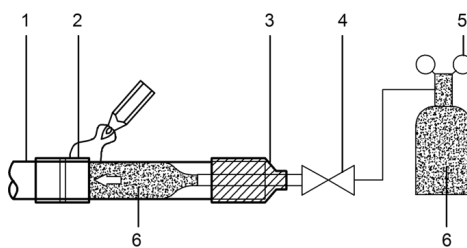

Figura 30
- Cuando la tubería se llena con nitrógeno durante la soldadura, el nitrógeno debe reducirse a 0,02 MPa al utilizar la válvula de liberación de presión. Vea la Figura 30.